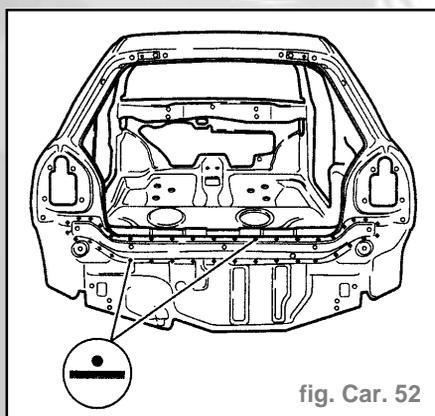

fig. Car. 52
- Souder la jupe AR à la pointeuse électrique (fig. Car. 52).